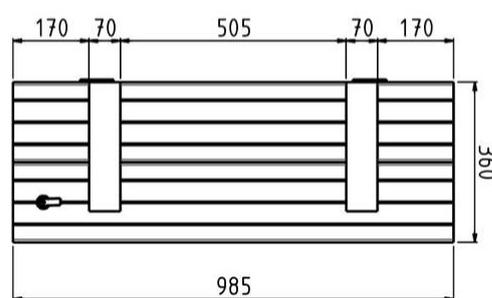

Abbildung 26 – Montage des Lattenrostes mit Verriegelung
- Befestigen Sie den Blechaufsatz mit 2 Sechskantschrauben 6 x 20 aus A2-Edelstahl (Beutel D) an der vertikalen Seite der Strebe (*Abbildung 26*), etwa 20 mm von der Oberseite der Strebe entfernt und derart, dass der Nocken beim Verriegeln unter der Rückführung des Blechaufsatzes positioniert wird.